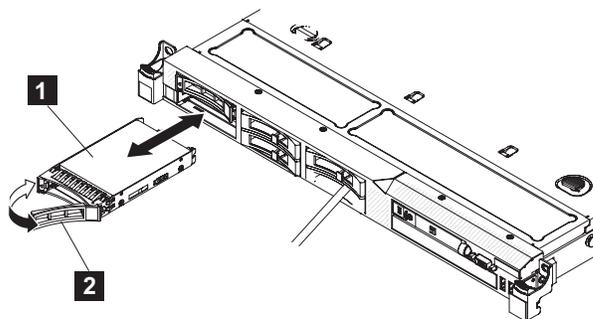

図 114. SAN ボリューム・コントローラー 2145-CF8 のソリッド・ステート・ドライブ (SSD)
- b. 図 114 に示すように、ドライブ・ハンドルを回転させて、開 (アンロック) 位置にします。